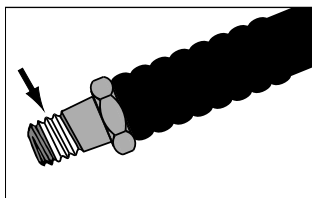

図2、シール材の適用
**注:** 注:以下の手順では、テフロンテープまたはその他の適切なシール材をすべての油圧継手に1~1/2巻いて、図2のように1つめのネジ山が完全に露出された状態にします。
2. 圧力計(1035 bar[0-15,000 psi])を0.250-18 NPTF 圧力計ポート (A)に取り付けます。